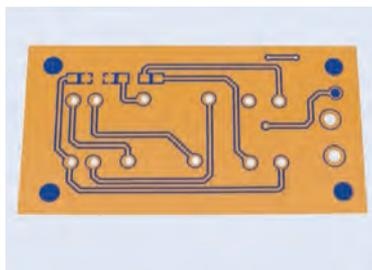

图 4-46 正片显影后平面示意图
(1) 曝光：将沉铜后的覆铜板贴上干膜，利用曝光技术和光固化反应原理，通过激光扫描方式对设计所需的线路和过孔以外的干膜进行光固化。
(2) 显影：通过显影技术清除未光固化的干膜，露出与设计线路完全一致的铜箔图形，实现“所见铜箔即所得”的效果，如图 4-46 所示。